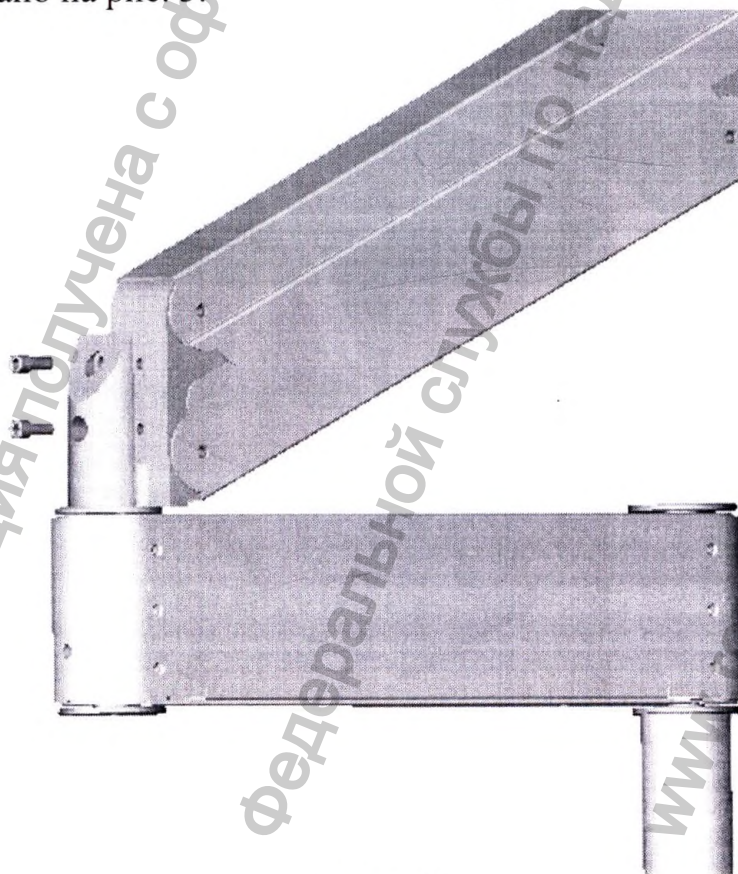

Рис. 3
3. Затем закрепите качающееся плечо 4 на горизонтальном плече 3 болтами М6, как показано на рис. 3.